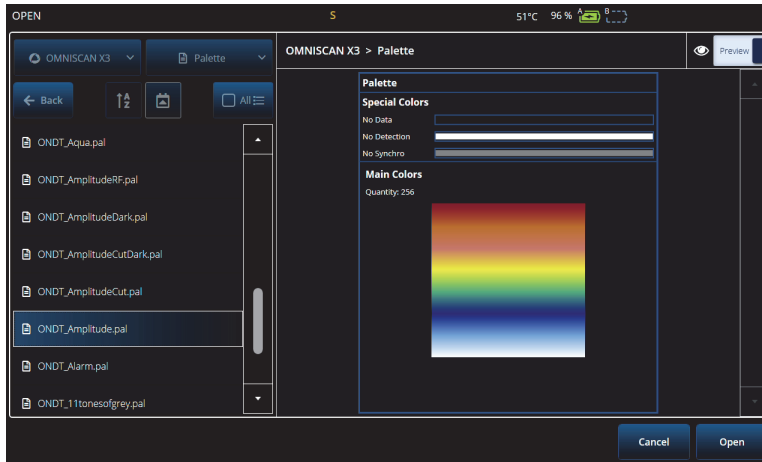

Figura 2-60 Selettore del palette
- ◆ Toccare in modo prolungato la palette (la scala illustrata sul lato destro della Figura 2-57 a pagina 112) e in seguito selezionare **Load** (carica). Verificare il palette di colori disponibili e toccare **Open** (apri) per cambiare il palette (Figura 2-60 a pagina 116).